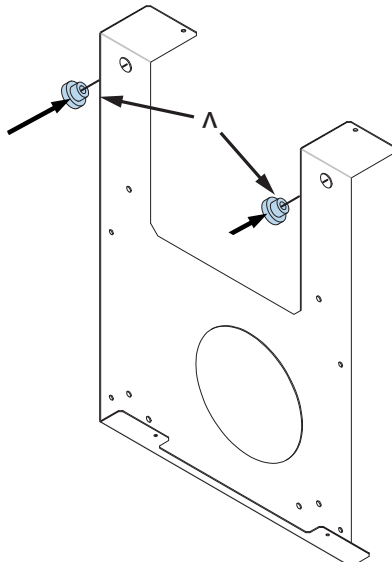

Figure 3a
3. Insérez les deux œillets en caoutchouc fournis (V) dans le support inférieur, comme indiqué sur la figure 3a. Placez le support de suspension par-dessus le trou carré. Vérifiez que le support est à niveau. Mettez à niveau le support d'accrochage, puis marquez les quatre trous comme le montre la figure 3b.